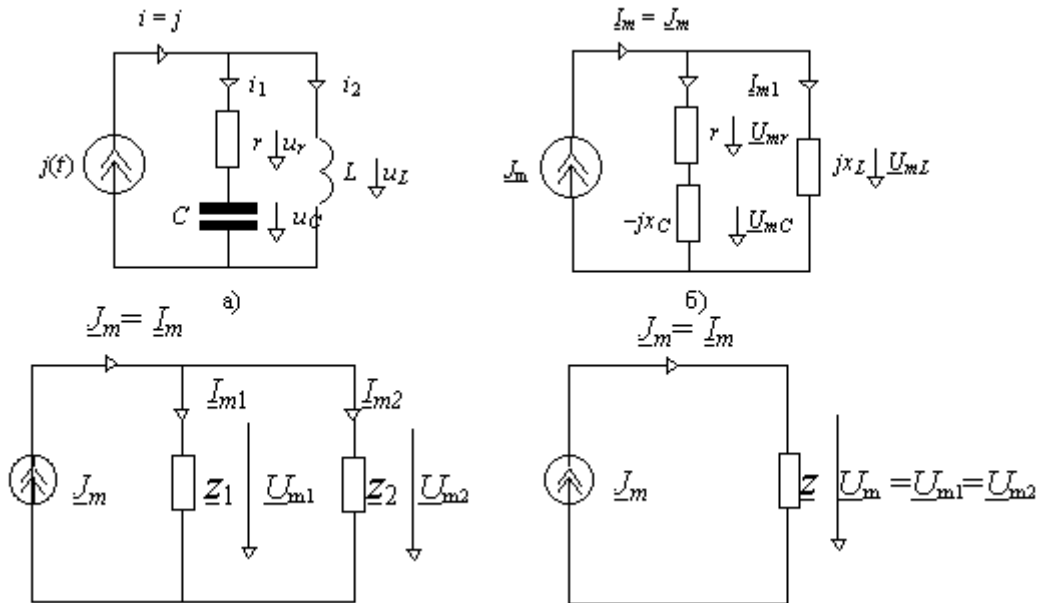

Рис. 4.1
К примеру, определяя для схемы на рис. 4.1,а, токи и напряжения, следует составить два уравнения:
Схема электрической цепи и ее комплексная схема замещения изображены на рис. 4.1,а, 4.1,б. В последней сопротивления элементов и ток источника представлены
4.1. Электрическая цепь и ее схема замещения представлены на рис. 4.1, а, б. Параметры:  $r = 100[\text{Ом}]$ ;  $L = 10[\text{мГн}]$ ;  $C = 1[\text{мкФ}]$ , ток источника  $J(t) = 1,2\text{Sin}(10000t - 45^\circ)[\text{A}]$ . Определить комплексные амплитуды токов и напряжений; изобразить их векторной диаграммой на комплексной плоскости.
Элементы средней и правой ветвей на схеме рис. 4.1, в имеют значения:
Располагая комплексным сопротивлением  $\underline{z}$ , упрощаем схему: на рис. 4.1,г исходная цепь, не содержащая источников энергии, представлена пассивным двухполюсником.
Возвращаясь к схеме на рис. 4.1,а, находим токи в средней и правой ветвях
На схеме рис.4.1 а имеет место единственный резистивный элемент, который рассеивает активную мощность. Ее можно определить по одной из формул (4.9)